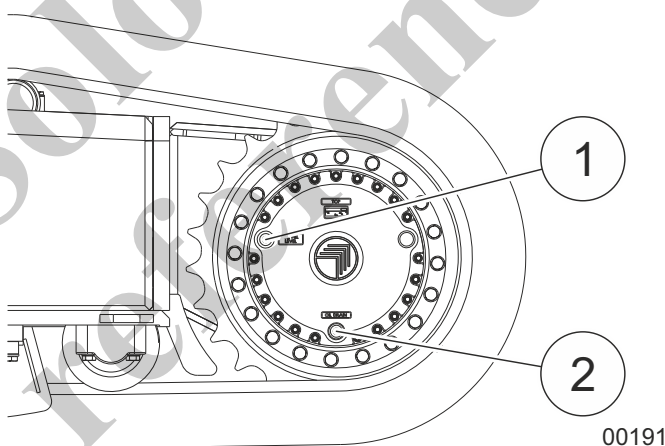

Fig. 229 Puntos de lubricación (1) y (2) del mando de desplazamiento
1	Estacione la máquina en una superficie firme y uniforme de modo que los puntos de lubricación (1) y (2) queden como se ilustra en la Fig. 229.